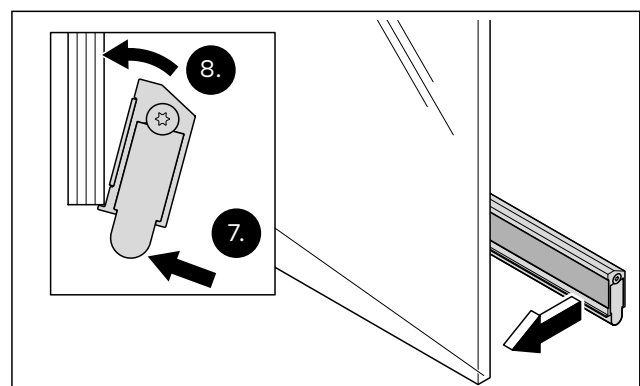

Abb. 15 Die Absenkichtung an der Bandseite anbringen
- 7. Die Absenkichtung an der unteren Glaskante der Tür ausrichten (Abb. 15).